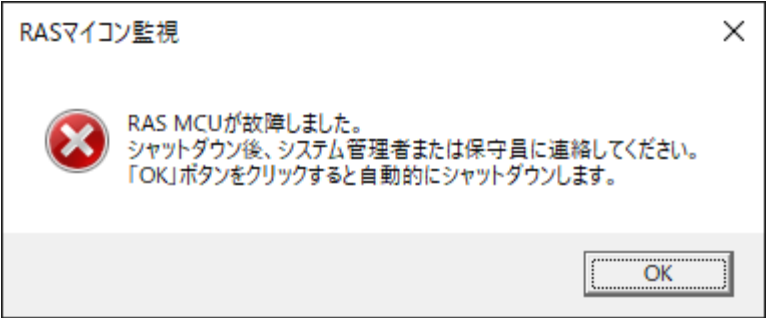

図 2－5 RASマイコン故障検出時のメッセージボックス表示例
- (1) の詳細については「第 4 章 ハードウェア状態の確認」を参照してください。
- (2) のメッセージボックスについては図 2－5 を参照してください。